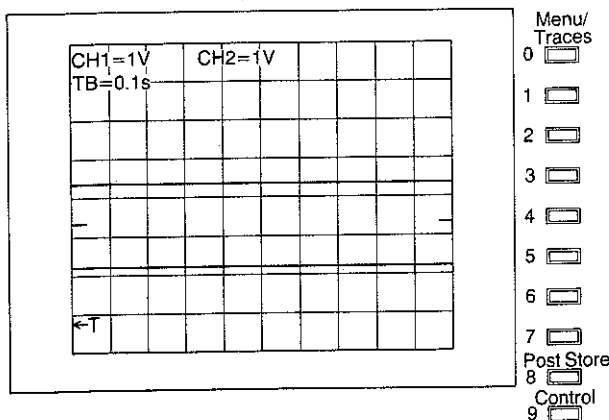

Abbildung 1.3 Bildschirmausgabe nach dem Einschalten
Wenn das Gerät mit der Taste **POWER** (1) eingeschaltet wird, durchläuft es eine automatische Selbstkalibrierungs-Sequenz und gibt anschließend den in Abbildung 1.3 dargestellten Bildschirminhalt aus.